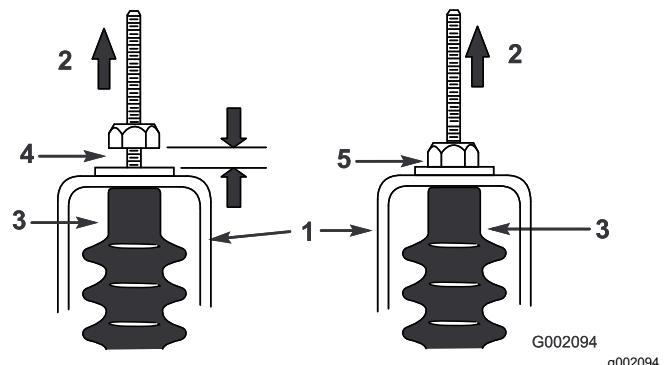

Figure 62
5. Tirez sur chaque câble de sélection et vérifiez qu'un espace de 0,76 à 1,52 mm existe entre l'écrou/rondelle et la patte de réglage du point mort (Figure 62).